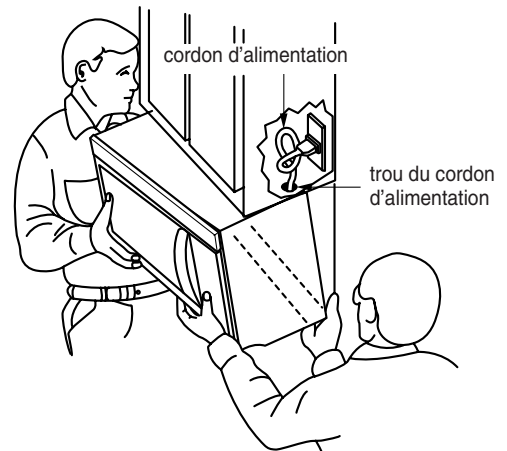

Figure 31
1. Soulever avec soin le four à micro-ondes et le suspendre sur les pattes de support (voir la figure 27) au bas de la plaque de montage. Passer par l'armoire supérieure pour faire passer le cordon d'alimentation dans le trou ménagé à cet effet dans le dessous de l'armoire supérieure. Voir la figure 31.